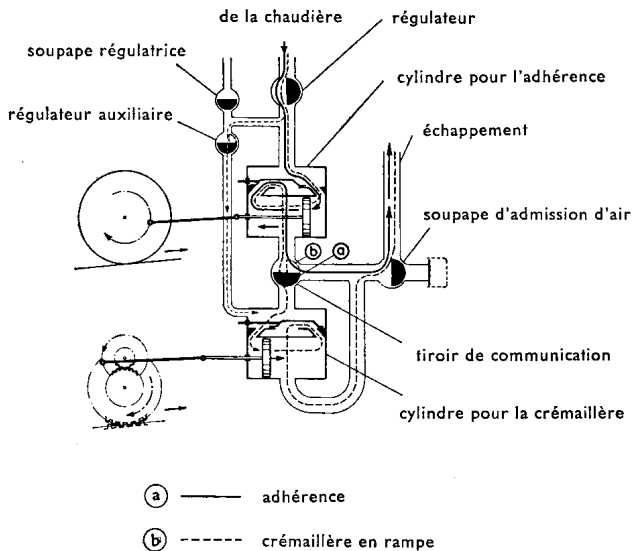

Fig. 53
- Sur les tronçons à adhérence (fig. 53), les échappements des cylindres pour l'adhérence sont reliés directement à la tuyère d'échappement. L'admission de vapeur des cylindres pour la roue dentée est fermée. La machine à vapeur pour l'adhérence travaille en simple expansion.
b) Sur les tronçons à crémaillère (fig. 53), la locomotive travaille en double expansion : les cylindres pour l'adhérence sont ceux de la haute pression et des cylindres pour la crémaillère ceux de la basse pression. Le régulateur auxiliaire permet d'admettre de la vapeur haute pression dans les cylindres basse pression pour augmenter la puissance de la machine pour la roue dentée (patinage de roues motrices).